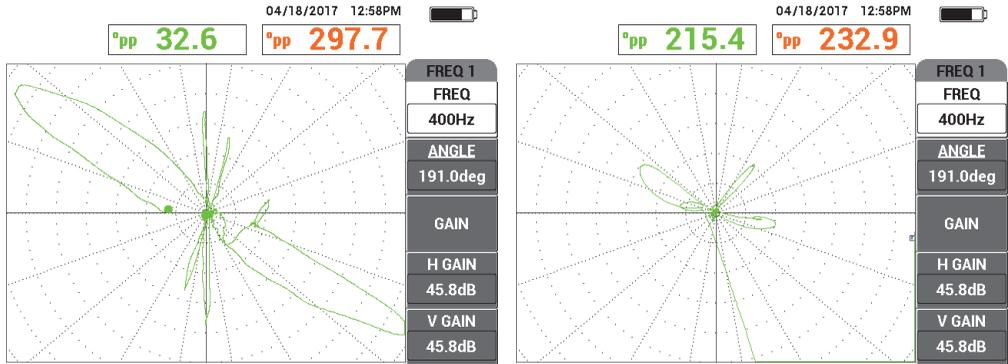

Figura 5-197 Escaneo de baja velocidad (señal óptima, *izquierda*) y escaneo de alta velocidad (pérdida de señal, *derecha*)
7. Escanee lentamente todo el largo del tubo; después, pulse la tecla FREEZE (❄) al finalizar (vea la Figura 5-197 en la página 291).